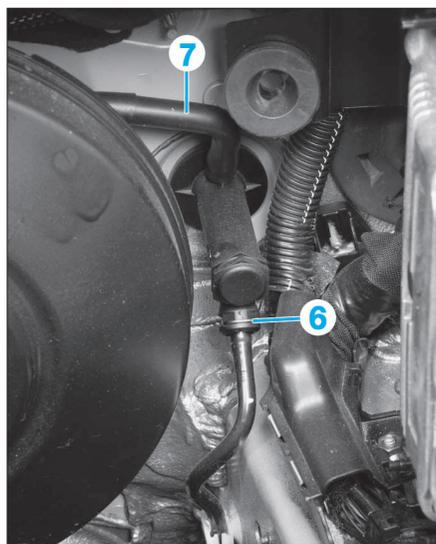

FIG. 7
- Soulever l'agrafe (6) de l'émetteur (Fig.7).